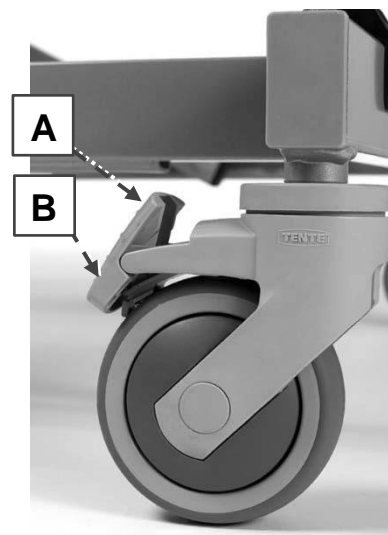

Figura 3 Ruota orientabile con freno
1. Verificare che i freni delle ruote orientabili (10) siano inseriti; vedere la Figura 3.